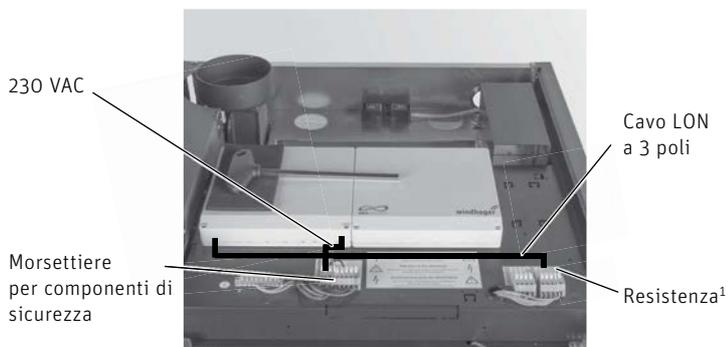

Fig. 94 Modulo funzionale (regolazione MES INFINITY) montato sul quadro di comando della caldaia
- nel quadro di comando della caldaia (Fig. 94) - punto 3.2.2.